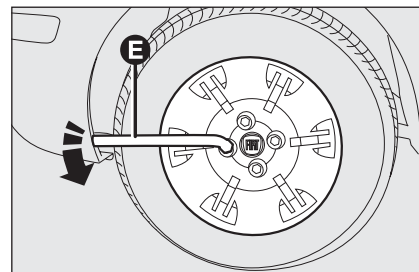

fig. 4
- allentare di circa un giro i bulloni di fissaggio della ruota da sostituire con la chiave in dotazione **E**-fig. 4;